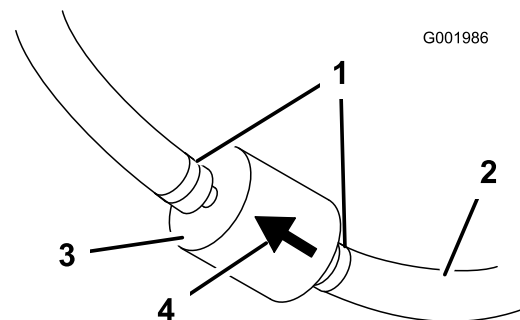

Bild 41
5. Drücken Sie die Enden der Schlauchklemmen zusammen und schieben Sie sie vom Filter weg (Bild 41).